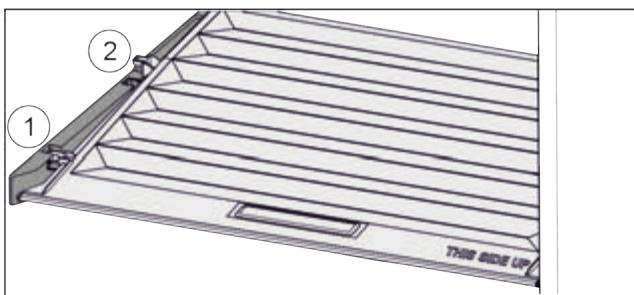

Fig. 33
- Кришку до отвору в деталях для підтримки потягнути вперед Fig. 33 (1).
- Підняти ззаду знізу та вийняти Fig. 33 (2) вгору.